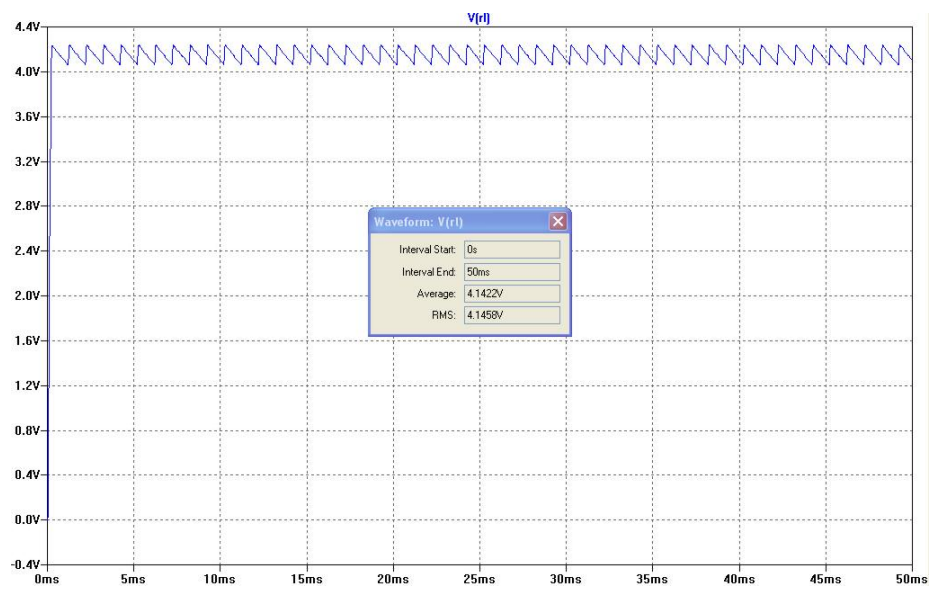

Figura 7: Tensión en la carga del rectificador con filtro por condensador de $22\mu F$.
- Cambie el condensador por uno de $22\mu F$. Incremente el tiempo de simulación a $50ms$ y repita los pasos del apartado anterior. Debería obtener los resultados que aparecen en la Figura 7